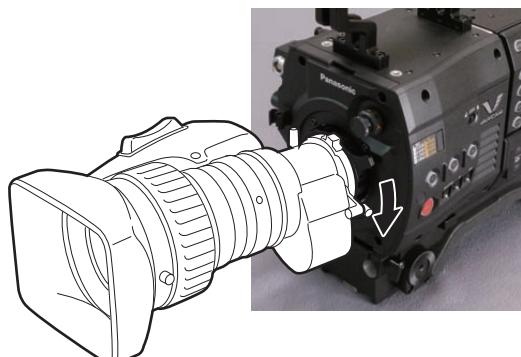

図 3
- 3 レンズ固定レバーを下げる、レンズをしっかりと固定する。(図 3)